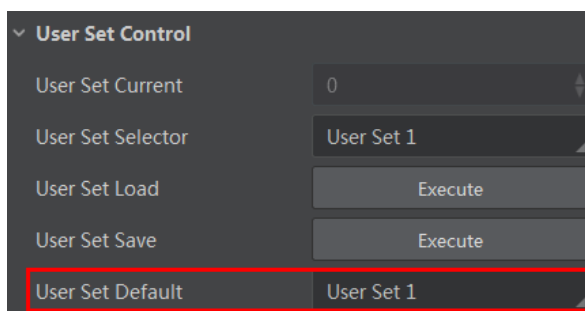

图8-22 设置默认启动参数
- 设置默认启动参数：通过 *User Set Default* 参数下拉选择需要设备上电默认启动的参数即可，如图8-22所示。